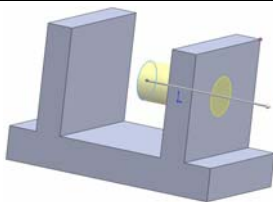

图 4-8 终止条件为“成形到一顶点”及其预览效果
(4) 成形到一顶点。从草图基准面拉伸特征到一个平面，这个平面平行于草图基准面且穿越指定的顶点。如图 4-8 所示终止条件为“成形到下一面”时的属性管理器及其预览效果，顶点为图中的点 1。